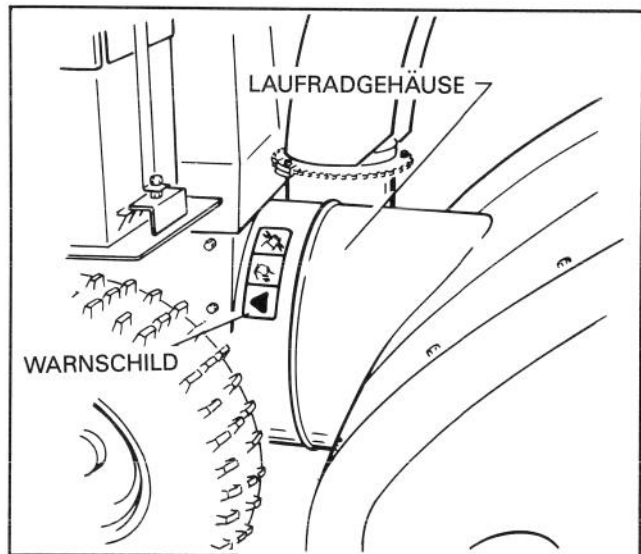

Abbildung 15
28. Alle losen Drähte mit Bänderiemern befestigen (Abb. 15). Das Warnschild auf dem Laufradgehäuse anbringen.